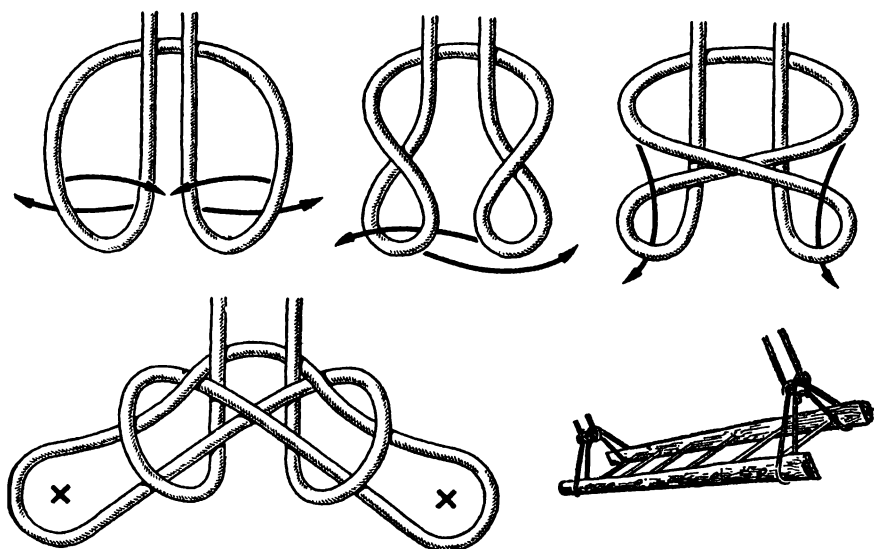

Рис. 78. Боцманский узел (испанский беседочный)
**Боманский узел** (рис. 78). Этот старинный морской узел иногда называют «испанским беседочным». Он так же, как и двойной беседочный, служит для подъема человека наверх или для опускания его с высоты.